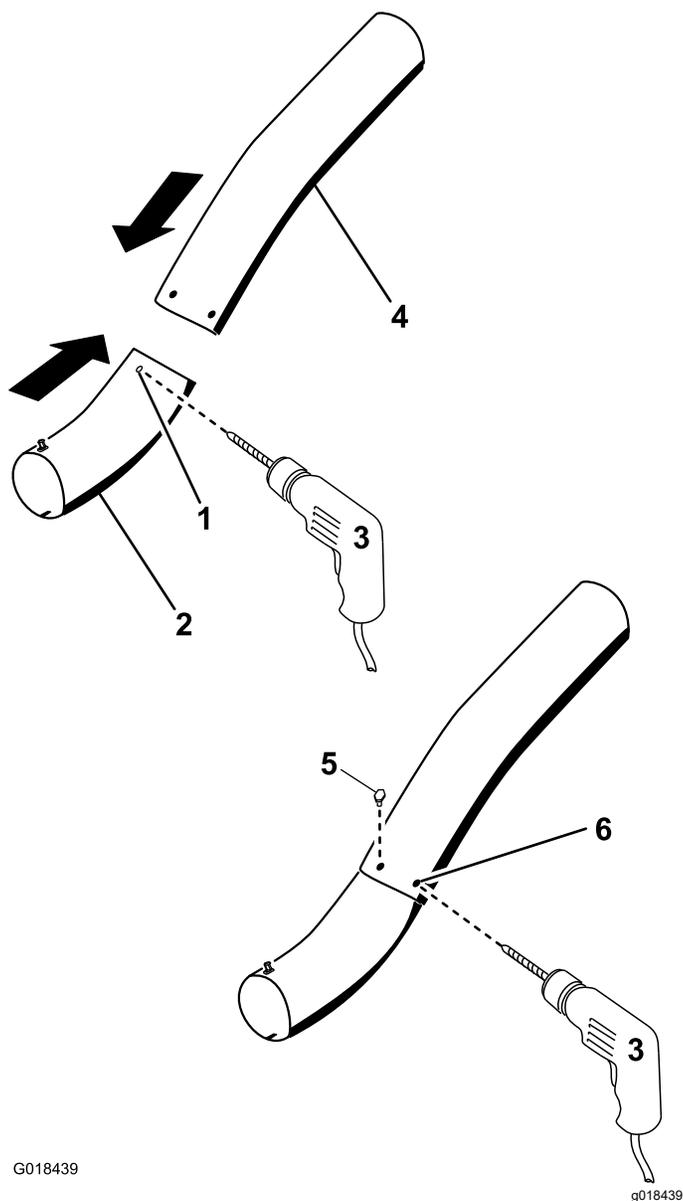

Figura 32
12. Utilizando os orifícios existentes no tubo superior como modelo, perfure dois orifícios de 6,5 mm de diâmetro através das marcas no tubo inferior (Figura 32).
através dos orifícios existentes no tubo superior (Figura 32).
17. Prenda os tubos em conjunto com as porcas ($\frac{1}{4}$ pol.) como se mostra na Figura 32.
15. Instale as anilhas ($\frac{1}{4}$ pol.) nos parafusos (Figura 32).